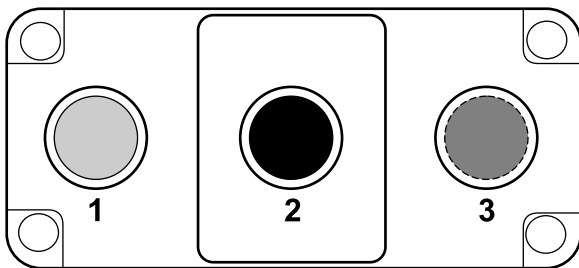
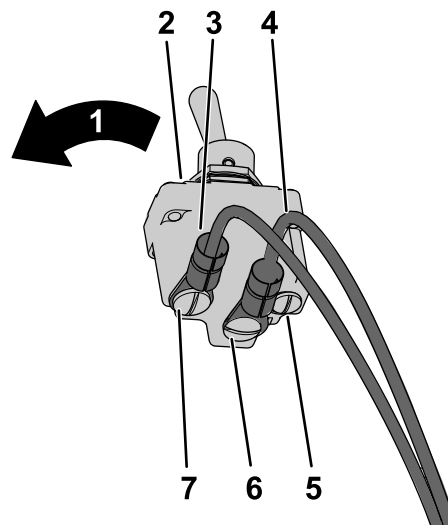

Figura 18
Figura 19
- Identifique las ubicaciones de los terminales del interruptor, las etiquetas del arnés de cables y los colores del arnés de cables (Figura 18).
Nota: El interruptor está tensado con resorte en la parte trasera del interruptor (Figura 19). El interruptor está abierto normalmente entre los terminales 1 y 2 (Figura 18).
- Conecte el cable rojo marcado BYPASS ENGAGE SWITCH 2 en el arnés de cables del interruptor al terminal central n.º 2 del interruptor de desactivación (Figura 18 y Figura 19).
- Conecte el cable gris marcado BYPASS ENGAGE SWITCH 1 en el arnés de cables del interruptor al terminal trasero n.º 1 del interruptor de desactivación (Figura 18 y Figura 19).